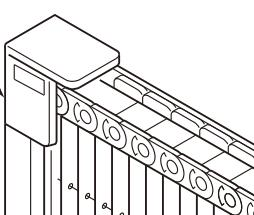

図3-2 A部詳細図
- 網戸本体に貼ってある「上側」シールを上にして建込んでください。(図3-2参照)